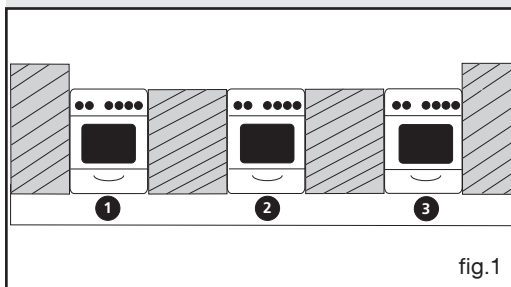

fig.1
Vous devez respecter les cotes d'encastrement suivantes (**fig.1 et 2**):
- Enfoncez un tournevis entre la tôle du capot et la trappe puis faites pivoter la trappe (fig.1).